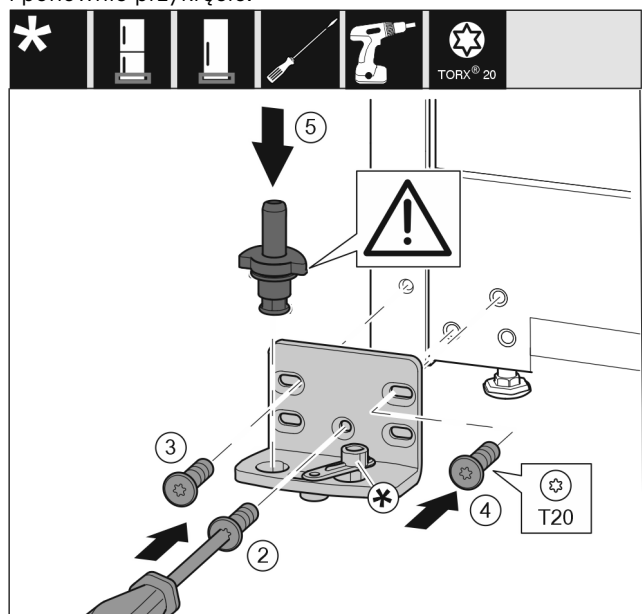

Fig. 16
- Założyć płytkę zawiasu z drugiej strony i przykręcić śrubokrętem. Rozpocząć od śruby Fig. 16 (2) dolnej umieszczonej na środku.
- Dokręcić śrubę Fig. 16 (3) i śrubę Fig. 16 (4).
- Założyć cały trzpień zawiasu Fig. 16 (5). Zwrócić przy tym uwagę, by krzywka zatrzaskowa wskazywała do tyłu.